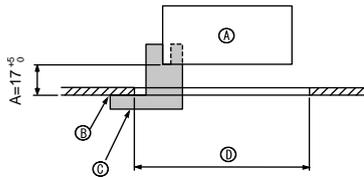
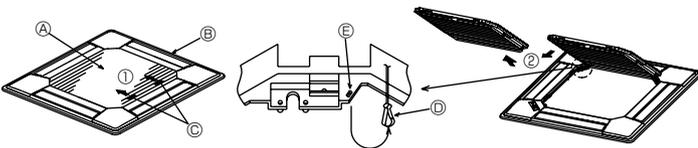
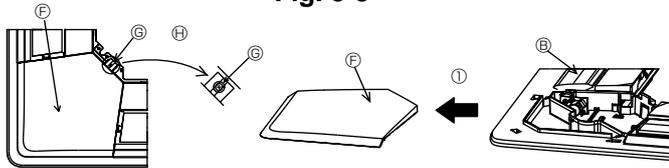

Fig. 5-2
Fig. 5-3
Fig. 5-4
①	Решетка	1	950 x 950 (мм)
②	Винт с привязной прокладкой	4	M5 x 0,8 x 25
③	Шаблон	1	(Поделен на четыре части)
④	Фиксатор	3
⑤	Винт	4	4 x 8
⑥	Винт	1	4 x 12
⑦	Угловая панель i-see sensor	1	для PLP-6BAE
5.2. Подготовка к установке вентиляционной решетки (Fig. 5-2)
- С помощью поставленного в комплекте шаблона ③ отрегулируйте и проверьте положение устройства по отношению к потолку. При неверном расположении устройства по отношению к потолку возможно прохождение воздуха или накопление конденсации.
- Ⓒ Шаблон ③ (Вставлен в устройство)
5.2.1. Удаление воздухозаборной решетки (Fig. 5-3)
- Сдвиньте рычаги в направлении, обозначенном стрелкой ①, чтобы открыть воздухозаборную решетку.
- Пока воздухозаборная решетка находится в "открытом" положении, удалите стержень воздухозаборной решетки с вентиляционной решетки в направлении стрелки ②.
5.2.2. Удаление угловой панели (Fig. 5-4)
- Удалите винт из угла угловой панели. Для удаления угловой панели сдвиньте угловую панель в направлении стрелки ①.
[Fig.5-3, 5-4]